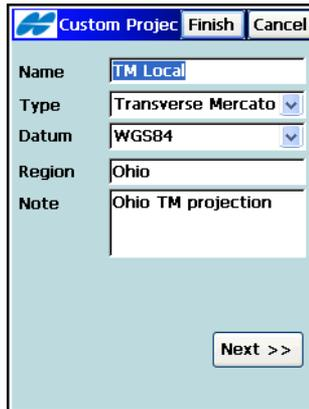

Abbildung 4-86. Eigene Abbildung
- Tippen Sie auf **Neu**. Geben Sie im Fenster **Eigene Projektion** den Namen des neuen Benutzergitters ein und wählen Sie eine Beispielabbildung und ein Datum in der Liste der verfügbaren Typen. Geben Sie dann die Region und weitere Daten ein (Abbildung 4-86). Tippen Sie auf **Weiter**.